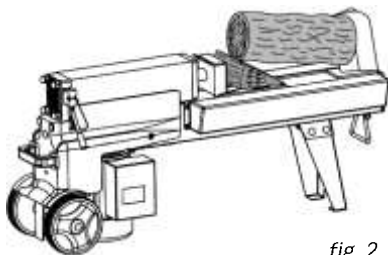

fig. 2
2. Insérez le bord étroit du coin de bois fendu sous la bûche bloquée (fig. 2).